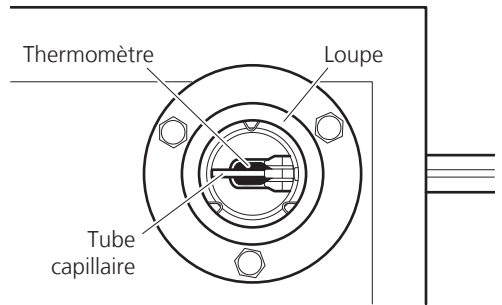

Fig 5
4. Observer à travers la loupe et positionner le tube pour que l'échantillon puissent être clairement observé (voir Fig. 5).